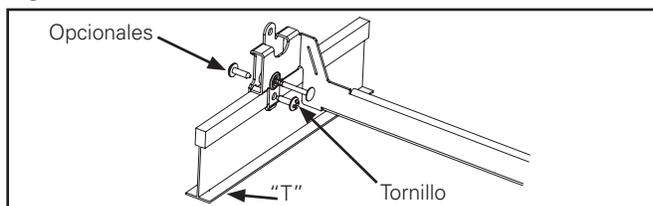

Figure 7.
1. Placez les barres de suspension entre les barres en T et faites glisser les encoches dans les languettes de montage situées sur les barres en T (Figure 7.)